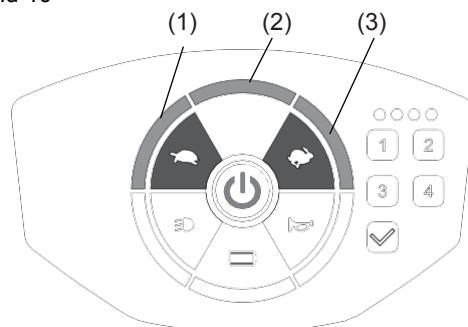

Bild 11
- Det finns tre olika hastighetsjusteringar max 3 > 2 > 1 min. (Bild 11)